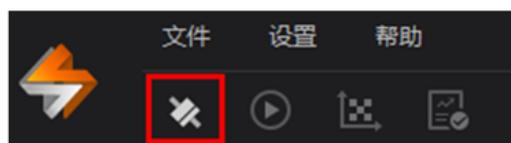

图2-4 连接相机
2. 点击控制工具条的“建立连接”按钮  进入设备列表窗口，如图 2-4 所示。